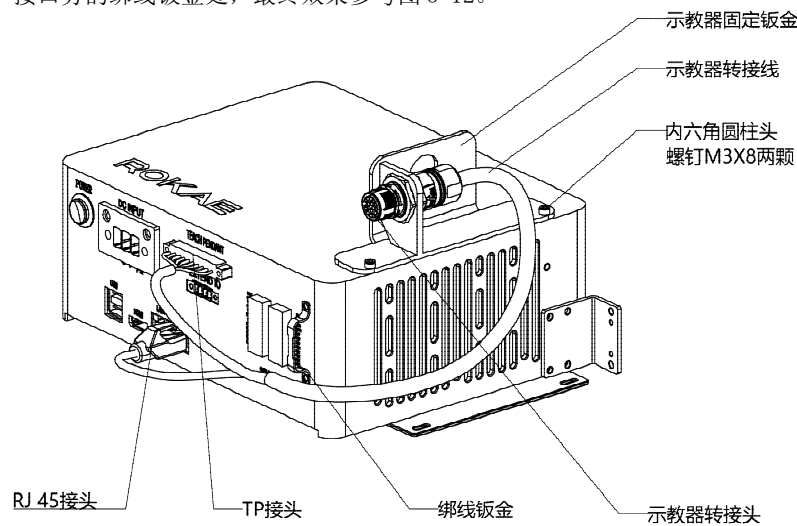
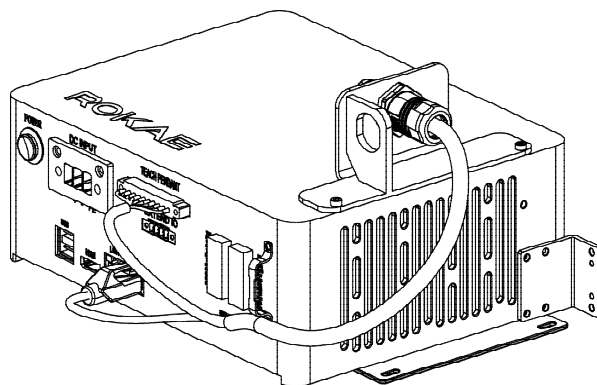

图 5-12 安装示教器转接线束
图 5-14 示教器固定钣金朝左安装示意图
(3) 将示教器转接线接头穿过钣金，并用活动扳手将示教器转接头的螺母拧紧，使示教器接头固定在钣金上面。如下图 5-12 所示。
(4) 教器转接线的 xPad 接头和 RJ45 接头分别与控制柜的 TEACH PENDANT 接口（原 xPad 接口）和 LAN2 接口对插（注意接口，请勿插错），并用扎带将插头附件的线束固定在控制柜 IO 接口旁的绑线钣金处，最终效果参考图 5-12。
(5) 将示教器上的线缆接头，与图 5-12 所示的示教器转接头对插并锁紧，即可正常使用示教器。示教器连接示意图如下图所示。
此套方案只针对选配有示教器转接线套件的用户使用。其中示教器转接插头提供两种安装方式，分别为朝前和朝左两种安装方式。图 5-12 展示的为朝前安装方式，也是示教器转接线套件的默认安装方式。朝左安装方式参考图 5-14。